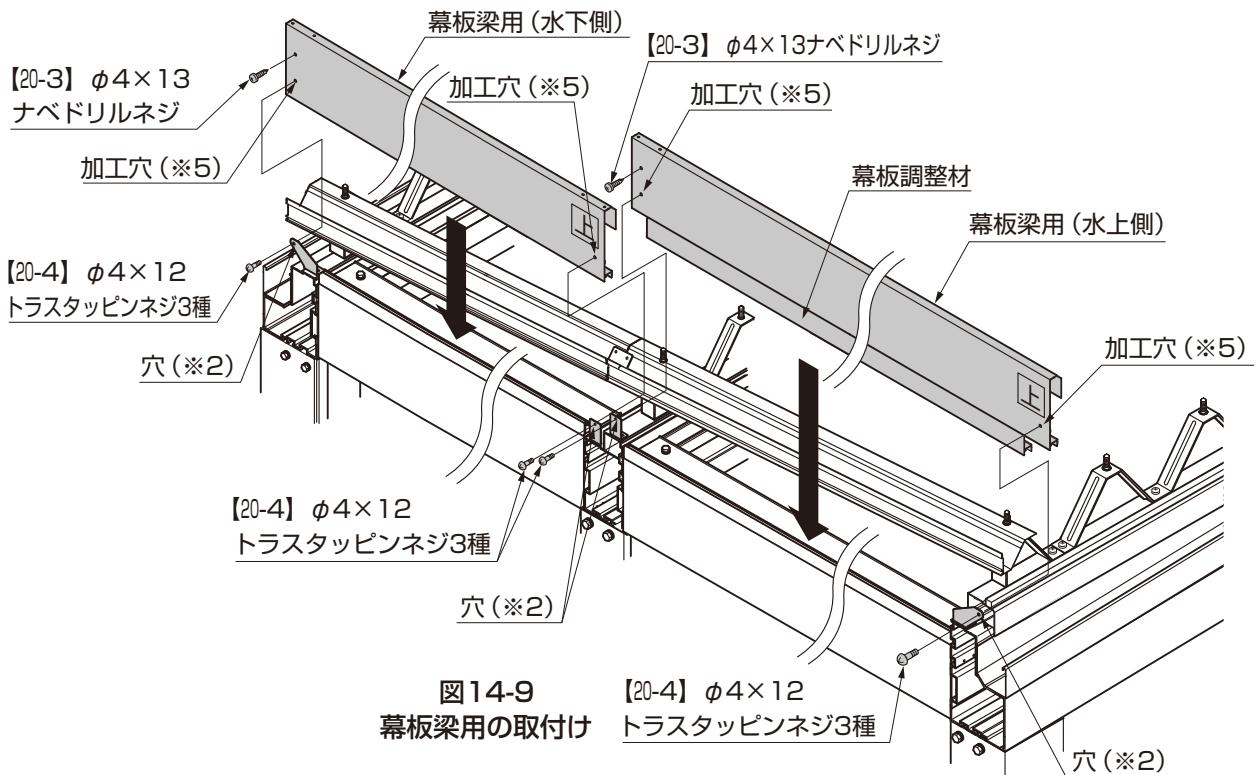
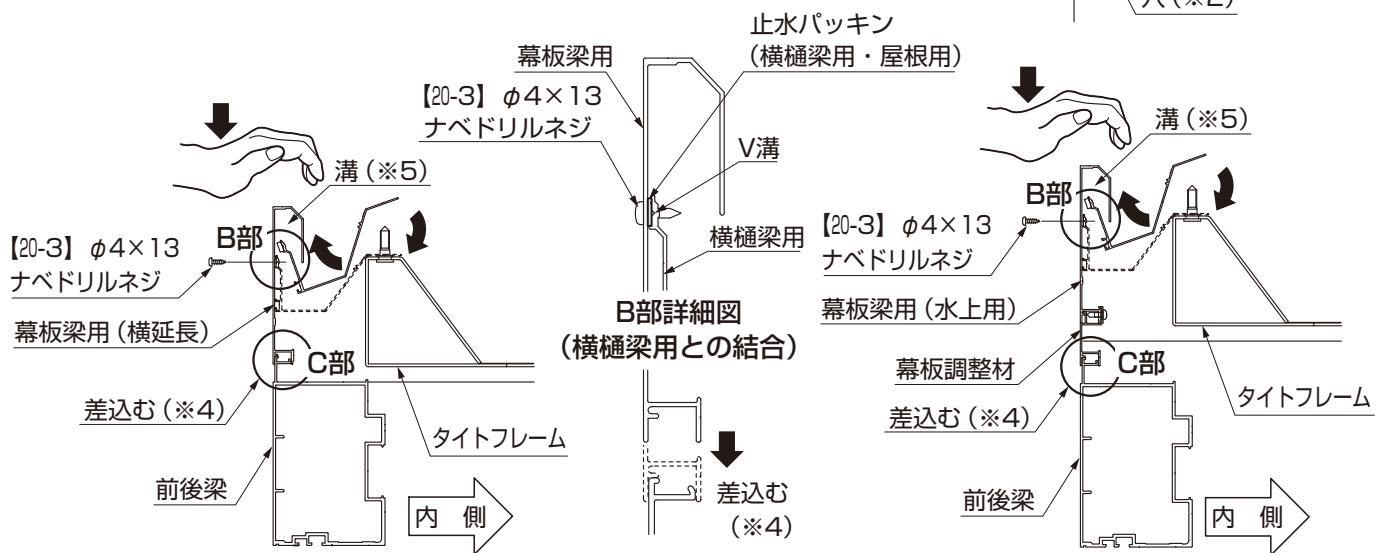
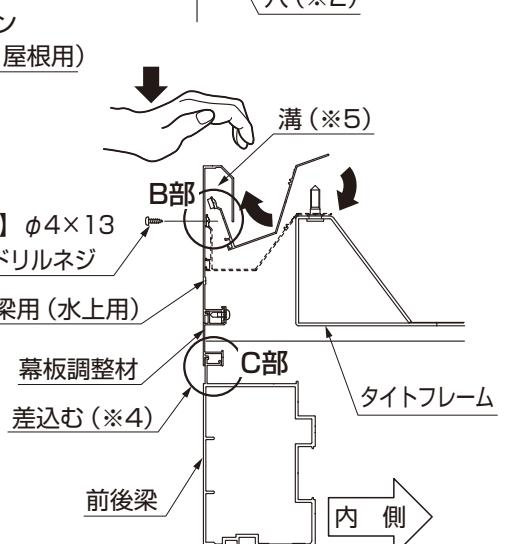

図14-9 幕板梁用の取付け
図14-10 幕板梁用の取付け (水下側)
図14-11 幕板梁用・幕板調整材の取付け (水上側)
- ③組付けた幕板調整材の下部を、前後梁上部に差込んで(※4)、幕板取付金具に【20-4】で取付けてください。(図14-9参照)
- ④幕板梁用 (水下側)を、前後梁上部に差込んで(※4)、幕板取付金具に【20-4】で取付けてください。(図14-9参照)
- 横樋梁用を幕板梁用の溝(※5)に差込むように回転させて取付けてください。(図14-10、図14-11参照)
- ⑤幕板梁用の水下側の上の穴と、横樋梁用のV溝を【20-3】で取付けて結合してください。(図14-9、図14-10参照)